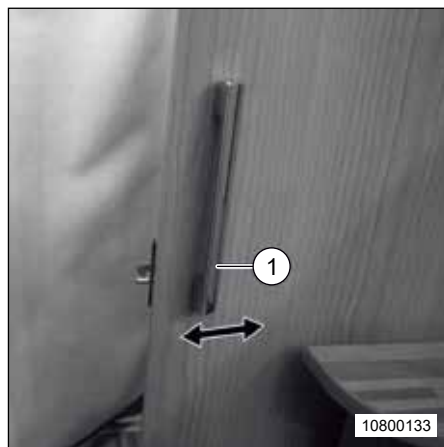

Fig. 75 Fermeture encliquetable
- Ouvrir la porte coulissante à l'aide de la poignée (Fig. 75, pos. 1).
- Glisser la porte coulissante vers le côté à l'aide de la poignée (Fig. 75, pos. 1) et fermer.